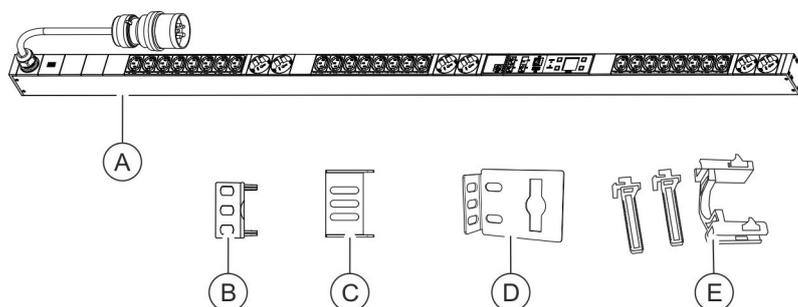

Fig. 14 : Contenu de la livraison
- PDU (Fig. 14 /Ⓐ)
- Deux équerres enfichables pour le montage du PDU par la face arrière (Fig. 14 /Ⓑ)
- Deux équerres enfichables pour le montage du PDU par les côtés (Fig. 14 /Ⓒ)
- Deux équerres d'accrochage (Fig. 14 /Ⓓ)
- Deux kits de dispositifs d'accrochage d'appareils (C13/C19) (Fig. 14 /Ⓔ)